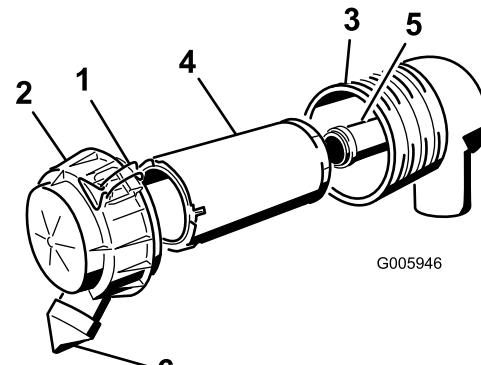

Рисунок 29
3. Освободите защелки воздухоочистителя и отделите крышку от корпуса воздухоочистителя (Рисунок 29).
- Осторожно извлеките фильтр грубой очистки из корпуса воздухоочистителя (Рисунок 29). Страйтесь не ударить фильтр о боковую поверхность корпуса.
- При замене контрольного фильтра будьте осторожны, вставляя новый фильтр в корпус фильтра (Рисунок 29).
- Осторожно вставьте фильтр грубой очистки поверх контрольного фильтра (Рисунок 29). Убедитесь в том, что он полностью встал на место, надавливая на внешний обод фильтра во время его установки.
- Установите крышку воздухоочистителя таким образом, чтобы сторона, обозначенная как UP, была обращена вверх; закрепите защелки (Рисунок 29).